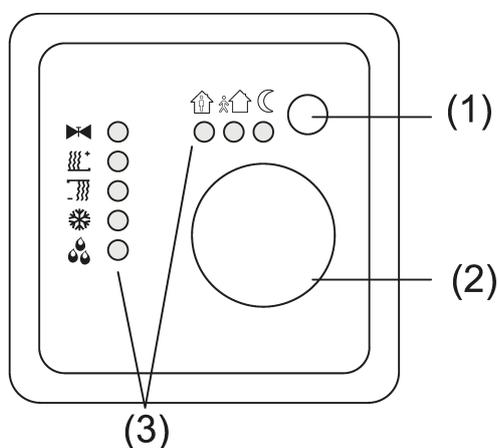

рисунок 1: Элементы индикации и управления
Регулятор сравнивает фактическую температуру в помещении с установленной заданной температурой и управляет отопительными и охлаждающими приборами в зависимости от полученных результатов. Заданная температура определяется по установленному режиму работы, ее можно изменить с помощью установочного колеса (2). Выбранный режим работы и фактическое состояние регулятора отображаются на светодиоде состояния (3) (см. рисунок 1).
Новый режим работы отображается на светодиоде состояния (3) (см. рисунок 1).
- Нажмите клавишу присутствия (1) (см. рисунок 1).